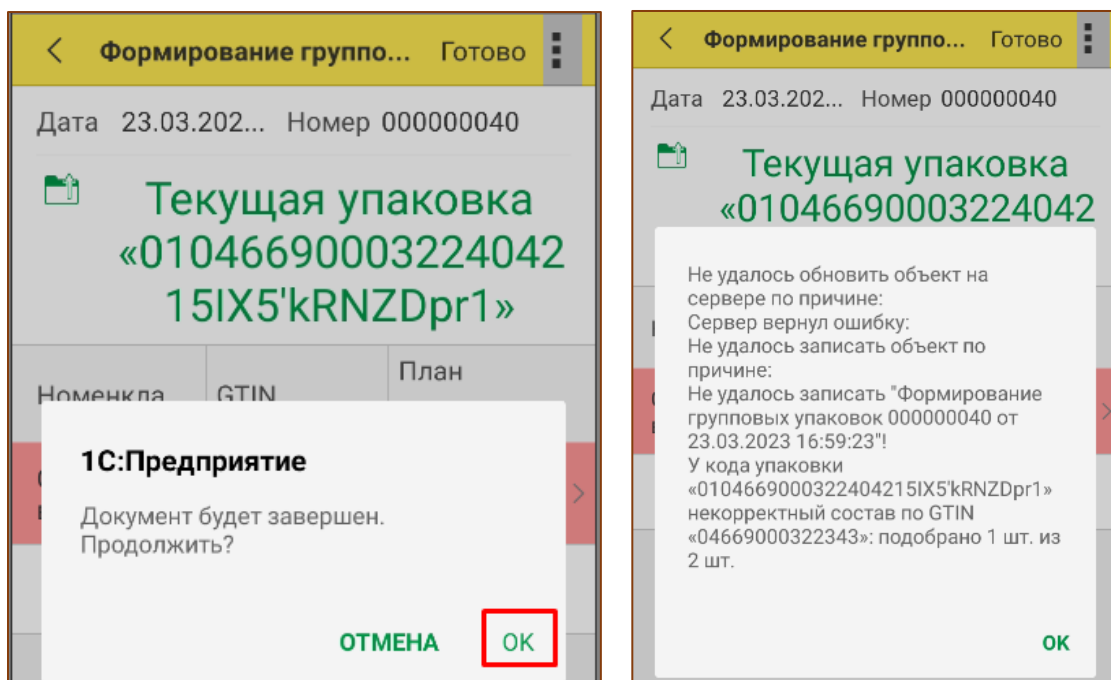

Рис. 8.16 – Завершение документа при несовпадении План-Факт
- В случае, если факт не равен плану, документ закрыт не будет (Рис. 8.16).